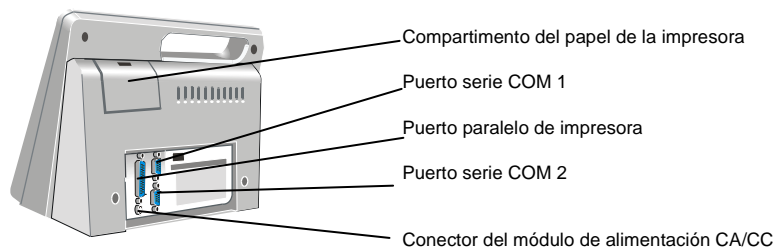

Figura 2. Ubicación de los conectores
Se pueden usar con el sistema un ordenador personal compatible con el laboratorio y una impresora externa con conexión serie o paralelo. Los puertos de conexión para estos dispositivos se encuentran en la parte posterior del instrumento (figura 2).
2. Conecte un extremo del cable de la impresora al puerto marcado como PRINTER (IMPRESORA) (para una impresora en paralelo) o COM 1 o COM 2 (para una impresora en serie) (Figura 2).
2. Conecte un extremo del cable al puerto marcado como COM 1 o COM 2 (Figura 2).
2. Conecte el cable del módulo de alimentación CA/CC al conector de alimentación (Figura 2).
3. Deje que la batería se cargue durante al menos dieciséis (16) horas.